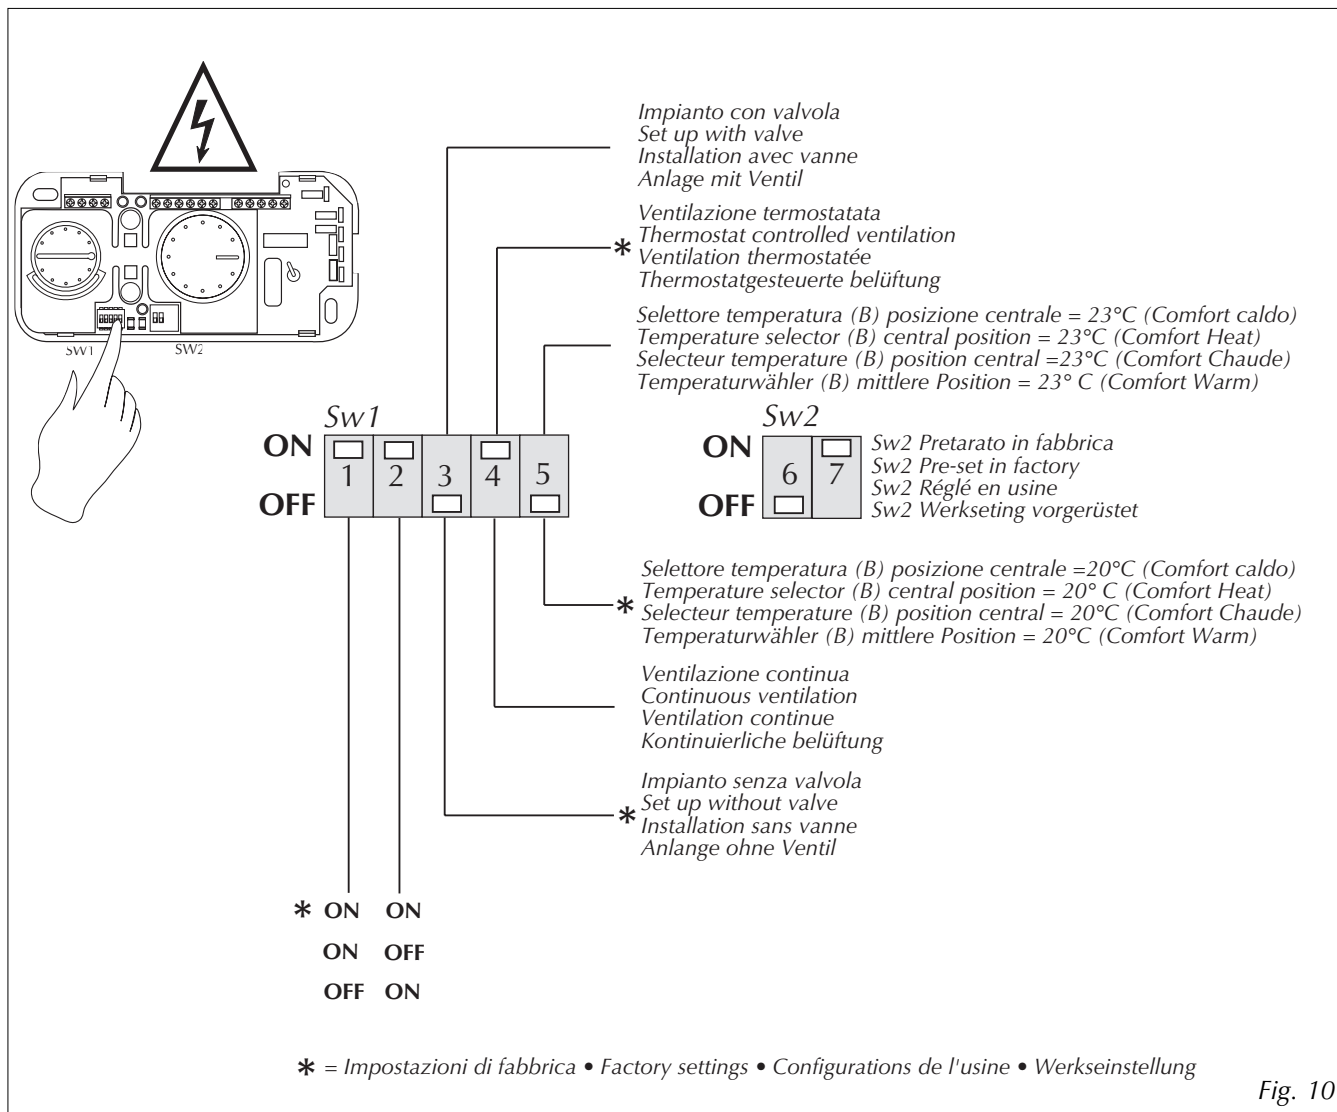

Fig. 10
- set the switches as shown in fig. 10;
- régler les switches comme indiqué fig. 10;
- Schalter gemäß Abb. 10 einstellen;